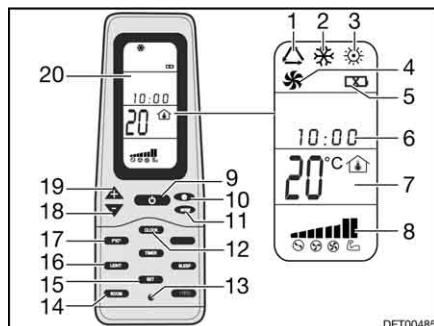

Fig. 113 Telecomando
- Premere il tasto ON/OFF (Fig. 113,9).
- Premere il tasto "Mode" (Fig. 113,11) spesso, finché la modalità desiderata (Fig. 113,1, 2, 3 o 4) viene visualizzata sul display (Fig. 113,20).
- Impostare la temperatura desiderata con i tasti "+" (Fig. 113,19) e "-" (Fig. 113,18).
- Con il tasto velocità dell'aria (Fig. 113,10) selezionare il livello desiderato per la ventola.